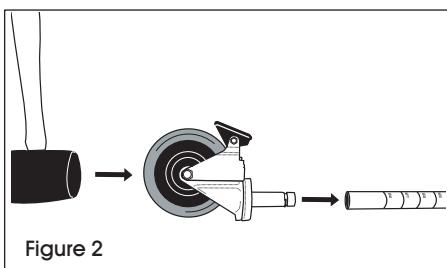

Figure 2
1. Make sure post is positioned as shown. (See Figure 2)
2. Engage the wheel brakes to keep casters from rolling during assembly. Use a rubber mallet to tap caster stems into posts. (See Figure 2)
1. Assurez-vous que le montant est placé comme illustré. (Voir figure 2)
2. Enclenchez le frein des roues pour empêcher roulettes de rouler pendant le montage. Utilisez un maillet en caoutchouc pour insérer la tige des roulettes dans les montants. (Voir figure 2)